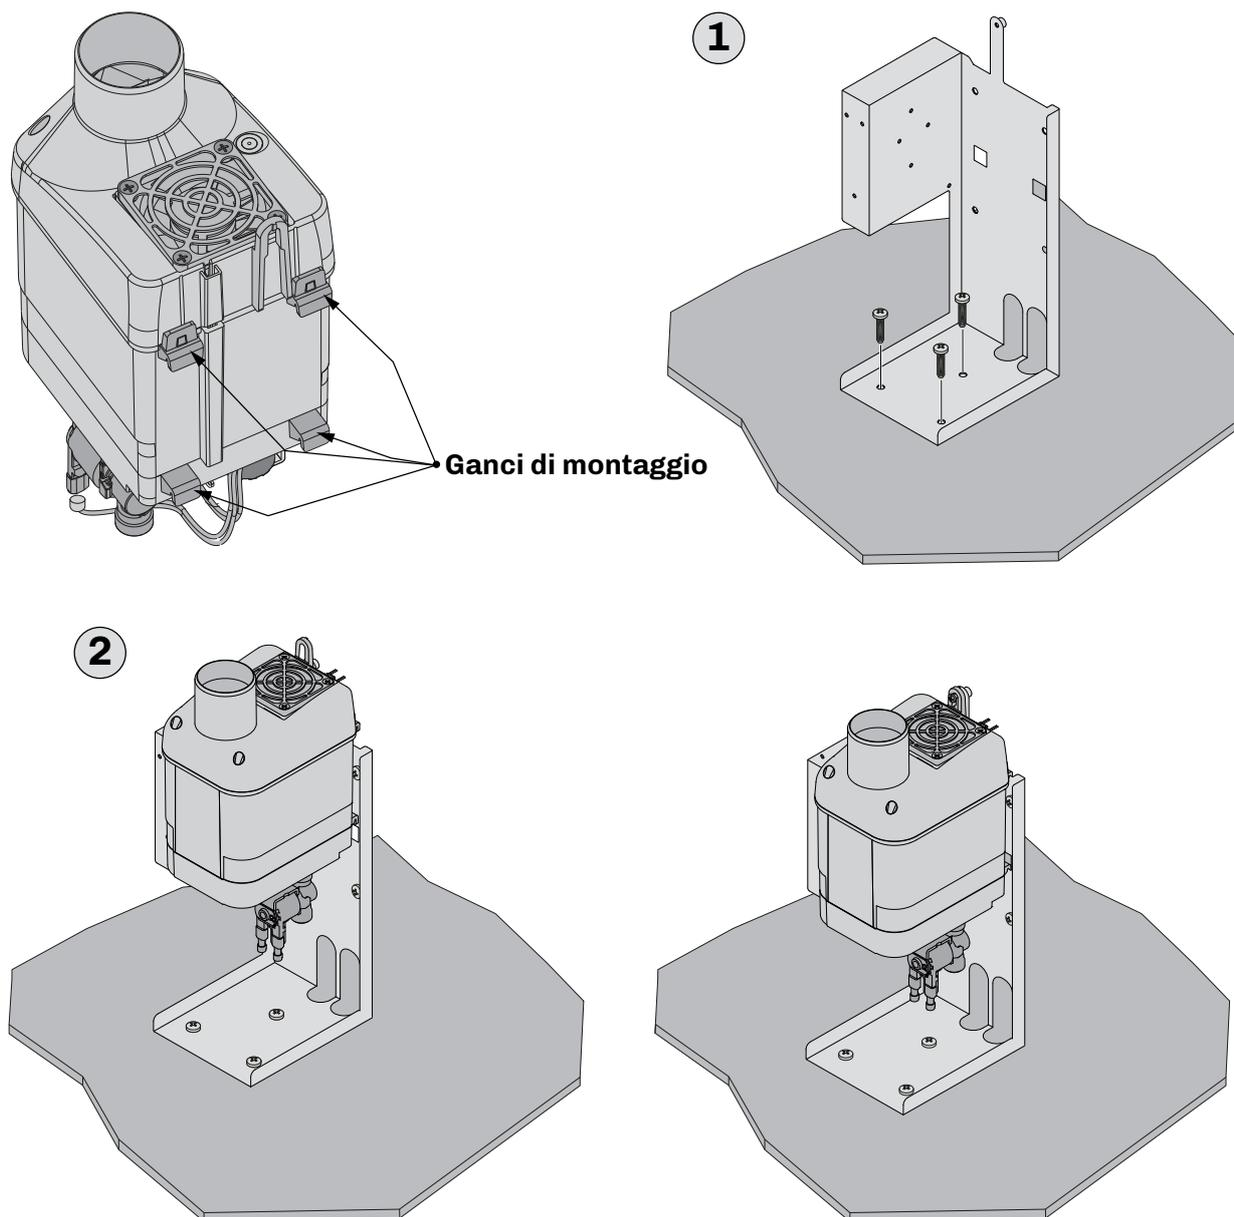

Fig. 10. Istruzioni di montaggio box su base d'appoggio
- Fissare il box alla base seguendo le istruzioni riportate nell'immagine "**FIG. 10. ISTRUZIONI DI MONTAGGIO BOX SU BASE D'APPOGGIO**" A PAGINA 22 e le dimensioni dei fori e del box riportate nel sottocapitolo "**4.3.2 DIMENSIONI MISTRAL CON BOX**" A PAGINA 15 **(1)**;